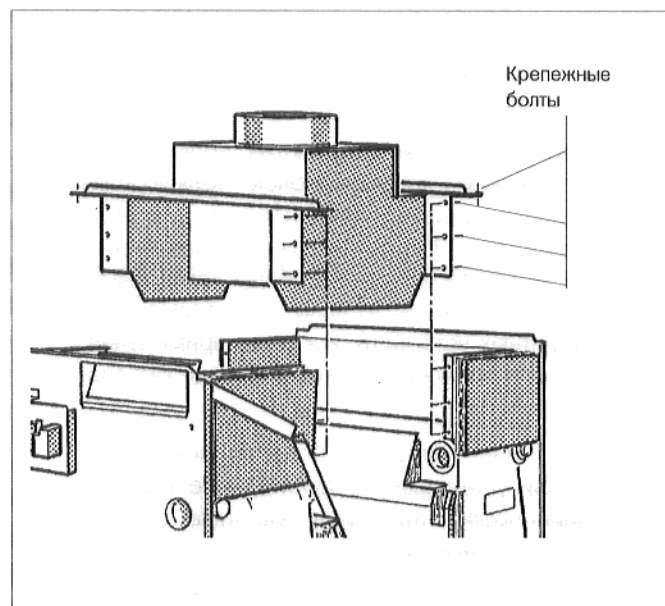

Рис. 6. Закрепить винтами сборный канал
- Закрепить сборный канал винтами (рис. 6).